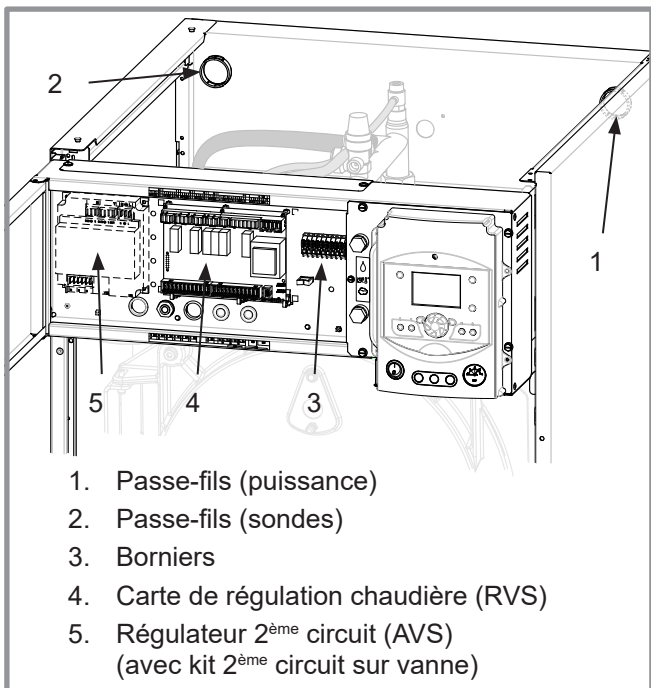

fig. 24 - Accès au coffret électrique et descriptif
- Séparer les câbles fort et faible courant afin d'éviter des perturbations.(rep. 1 et 2, fig. 24).